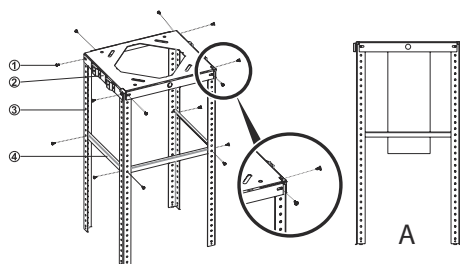

Fig. 7
- 1.** ➤ Montera stängerna (3) på takplattan genom att skruva fast dem med 8st 3,5x9,5 skruvar (1). Observera att hacken i stängerna ska passa takplattan (Fig. 7).
- 2.** ➤ Stabiliseringsbeslaget ska monteras mellan stängerna (4) med 6st 3,5x9,5 skruvar (1) Fig. 7).
- 3.** ➤ Koppla utsugskanalen till fläktens utsug (Fig. 7.A).